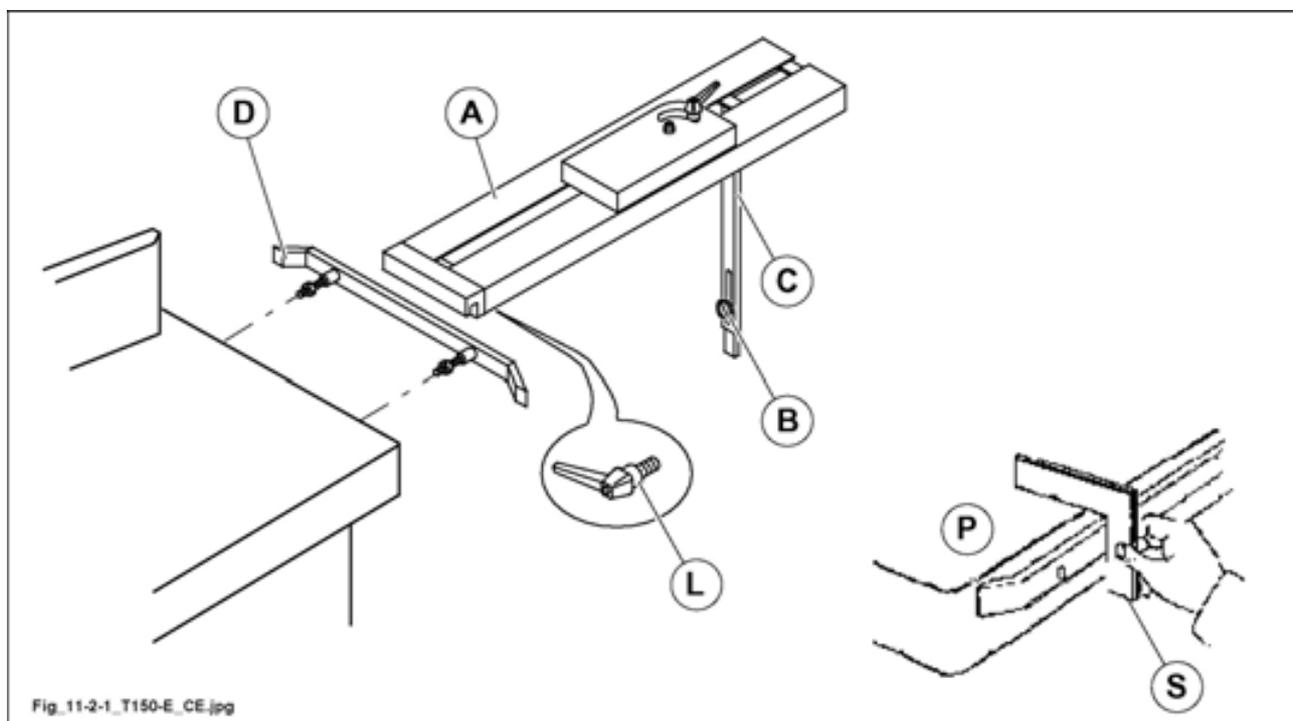

Fig. 11.2-1
- 1 visser la règle de fixation (D fig. 11.2-1) dans les alésages sur le bord de la table et avec une équerre (S fig. 11.2-1), aligner de façon à ce qu'elle soit perpendiculaire à la surface de la table (P fig. 11.2-1)
- 2 Extraire le pied (C fig. 11.2-1) de la rallonge (A fig. 11.2-1) et attacher la rallonge à la règle de fixation (D fig. 11.2-1)
Desserrer la poignée (B fig. 11.2-1) et extraire la partie de la rallonge du pied jusqu'à ce que la rallonge de la table soit au niveau de la table de la machine
Enfin serrer de nouveau la poignée (B fig. 11.2-1)
- 4 Déplacer la rallonge de la table sur la règle de fixation dans la position souhaitée et serrer avec la poignée (L fig. 11.2-1) placée sur la côté inférieur.